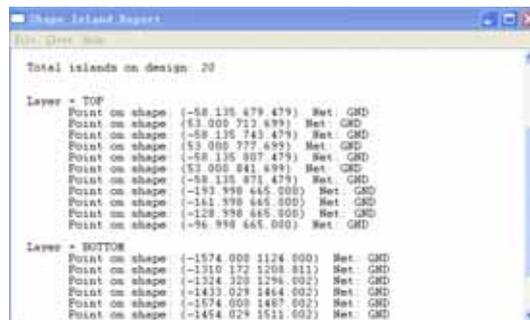

图 9-10 铜皮孤岛报告
(1) Process Layer 下拉列表框：选择在哪一层中存在孤岛铜皮，其中只显示存在孤岛的电气层。
(2) Total design：显示设计中孤岛的总数量。
(3) Total on layer：显示 Process layer 下拉列表框中选择层上的孤岛数量。
(4) Delete all on layer 按钮：单击该按钮，删除 Process Layer 中选择层中的所有孤岛。
(5) Net：显示当前高亮的铜皮的网络名称，如果当前铜皮没有网络名称，则为空。
(6) First or Next 按钮：单击该按钮，放大并定位当前层中的第 1 块孤岛。同时该按钮变为 Next，单击后放大并定位第 2 块孤岛。
(7) Delete 按钮：删除当前放大并定位的孤岛。该按钮主要用于逐个删除孤岛。
(8) Report 按钮：单击该按钮生成报告，其中列出当前设计中所有的孤岛。包括所在层，坐标位置和网络名称等，如图 9-10 所示。